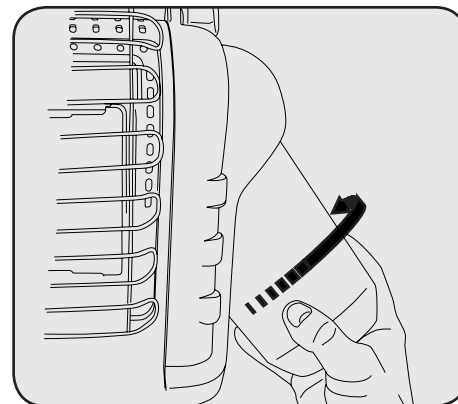

Figura 3
2. Tornillo 1 libra. cilindro de suministro de gas de LP disponible dextrórum (de fondo) en calentador portátil hasta de mano apretado. Ver la Figura 3. No use el sellador de hilo en esta union.